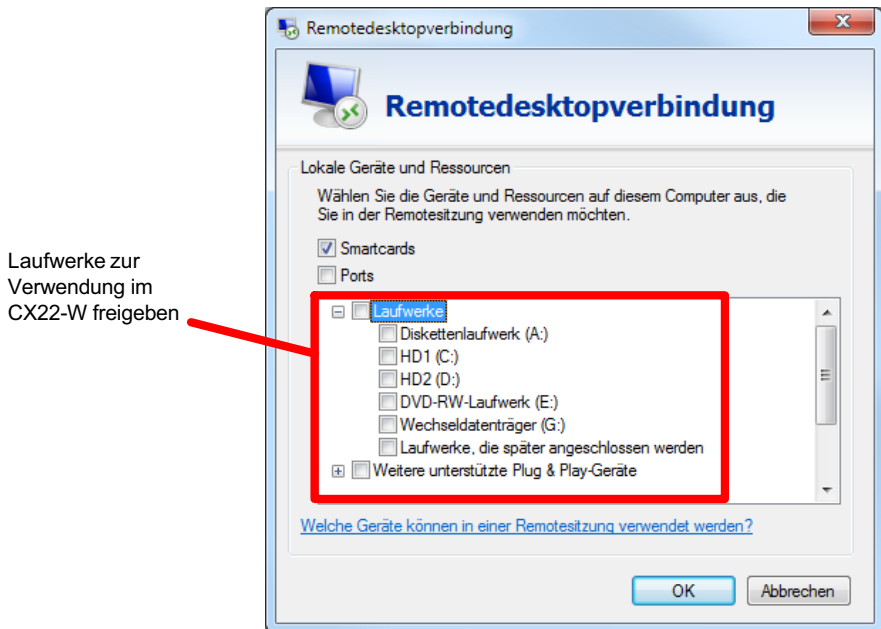

Abb. 7.12 Dialog für die Freigabe weiterer Ressourcen
3. Geben Sie die gewünschten Laufwerke Ihres PCs für die Verwendung im CX22-W frei (Abb. 7.12).